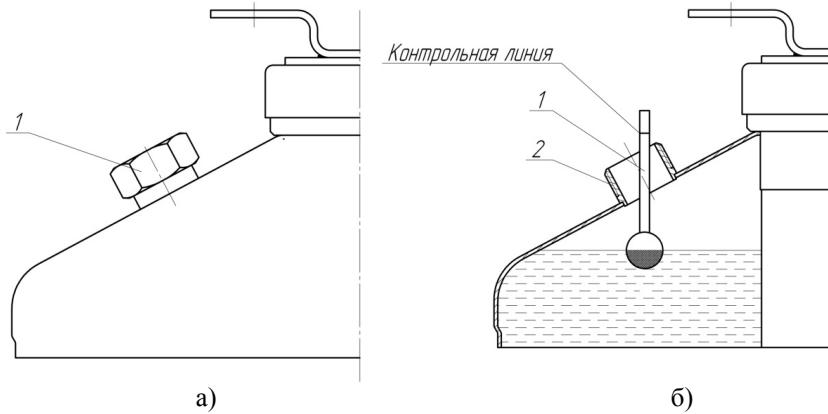

Рис.6
7.9.1 Открутить глухую гайку (поз.1, рис.6 а) на заливной горловине.
7.9.2 Опустить измеритель уровня ОТВ (поз.1, рис.6 б) в заливную горловину (поз.2, рис.6 б). Контрольная линия на стержне измерителя уровня ОТВ должна быть выше уровня заливной горловины (рис.6 б).